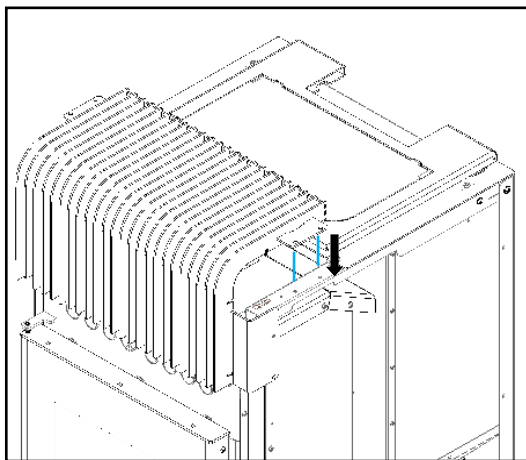

Figura 87 – Encaixe da grelha frontal
b) Encaixar a grelha frontal, fazendo coincidir os furos da grelha com os furos do equipamento (Figura 87).